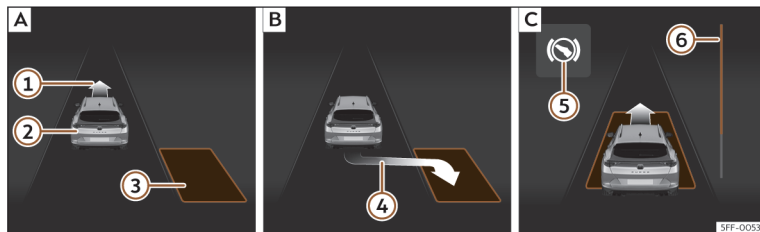
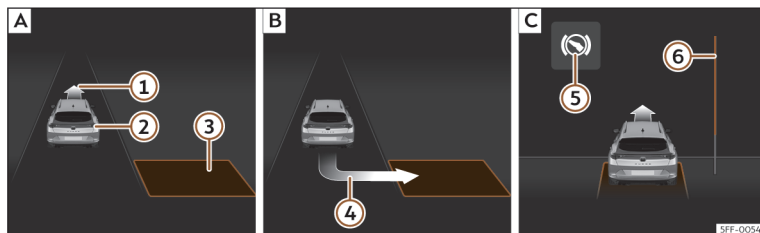

Fig. 192 No ecrã do painel de instrumentos: estacionar em linha. [A] Procurar um lugar de estacionamento. [B] Posição para estacionar. [C] Manobrar.
Fig. 193 No ecrã do painel de instrumentos: estacionar em espinha. [A] Procurar um lugar de estacionamento. [B] Posição para estacionar. [C] Manobrar.
para estacionar» **Fig. 192** [B] ou» **Fig. 193** [B]. O lugar foi considerado «apropriado» se no ecrã do painel de instrumentos aparecer a indicação de estacionar ④.
• Retroceda até o sinal contínuo do ParkPilot soar; **OU:** retroceda até aparecer a indicação de marcha à frente no ecrã do painel de instrumentos >>> **Fig. 192 [C]** ou >>> **Fig. 193 [C]**; **OU:** retroceda até aparecer a mensagem **Park Assist finalizado** no ecrã do painel de instrumentos. A barra de progresso **⑥** indica a distância a percorrer >>> **Página 297.**
até centrá-lo no lugar >>> **Fig. 192 [C]** ou >>> **Fig. 193 [C]**.
A barra de progresso >>> **Fig. 192 ⑥** e >>> **Fig. 193 ⑥** mostra simbolicamente no ecrã do painel de instrumentos a distância relativa que ainda falta percorrer. Quanto maior for a distância, mais cheia está a barra de progresso. Ao circular em marcha à frente, o conteúdo da barra de progresso diminui para cima, e ao circular em marcha-atrás, diminui para baixo.